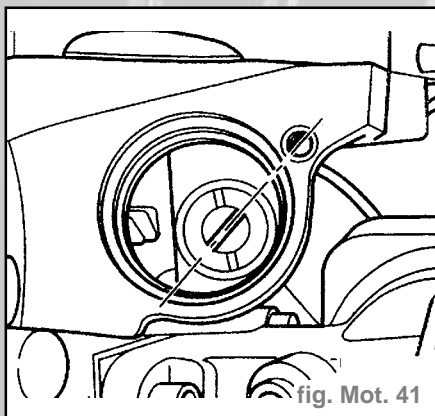

fig. Mot. 41
- Placer le tenon de fixation de l'arbre de pompe à huile de façon qu'il soit dans l'alignement de l'alésage fileté (fig. Mot. 41).